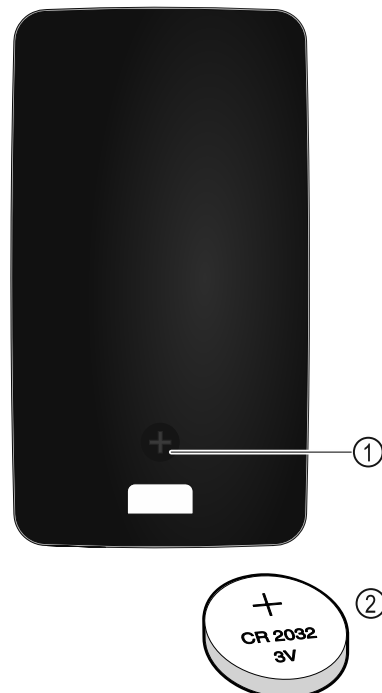

Fig. 141
Η τροφοδοσία ρεύματος του τηλεχειριστηρίου πραγματοποιείται από μια μπαταρία του τύπου CR 2032 με 3V Fig. 141 (2), η οποία είναι διαθέσιμη στο εμπόριο.
- ▶ Ξεβιδώστε τη βίδα Fig. 141 (1) στην πίσω πλευρά του τηλεχειριστηρίου.